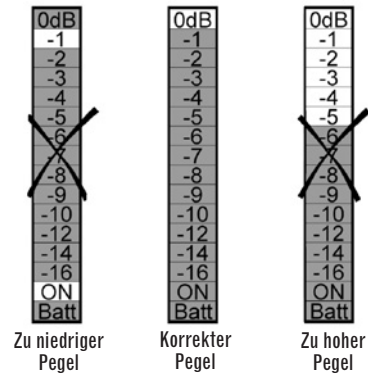

Abbildung 5. Subwoofer so einstellen, dass der Spitzenwert 0 dB nicht überschritten wird
Drücken Sie **Play** ▶. Achten Sie genau auf das RSLM, während Titel 3 abgespielt wird: Sollte die Anzeige Spitzenwerte oberhalb 0 dB anzeigen (die Überlastanzeige leuchtet nicht mehr), müssen Sie den Pegelregler ④ ein wenig zurückdrehen, bis bei Spitzenwerten diese nur noch maximal 0 dB betragen (siehe Abb. 5).